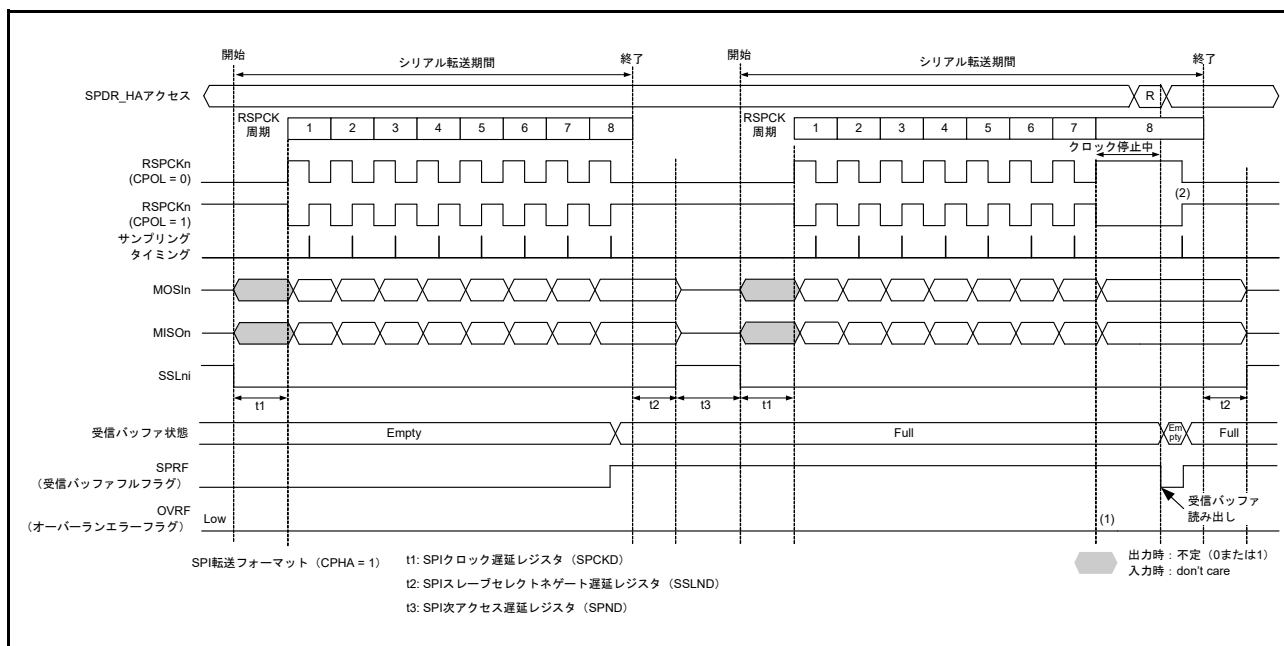
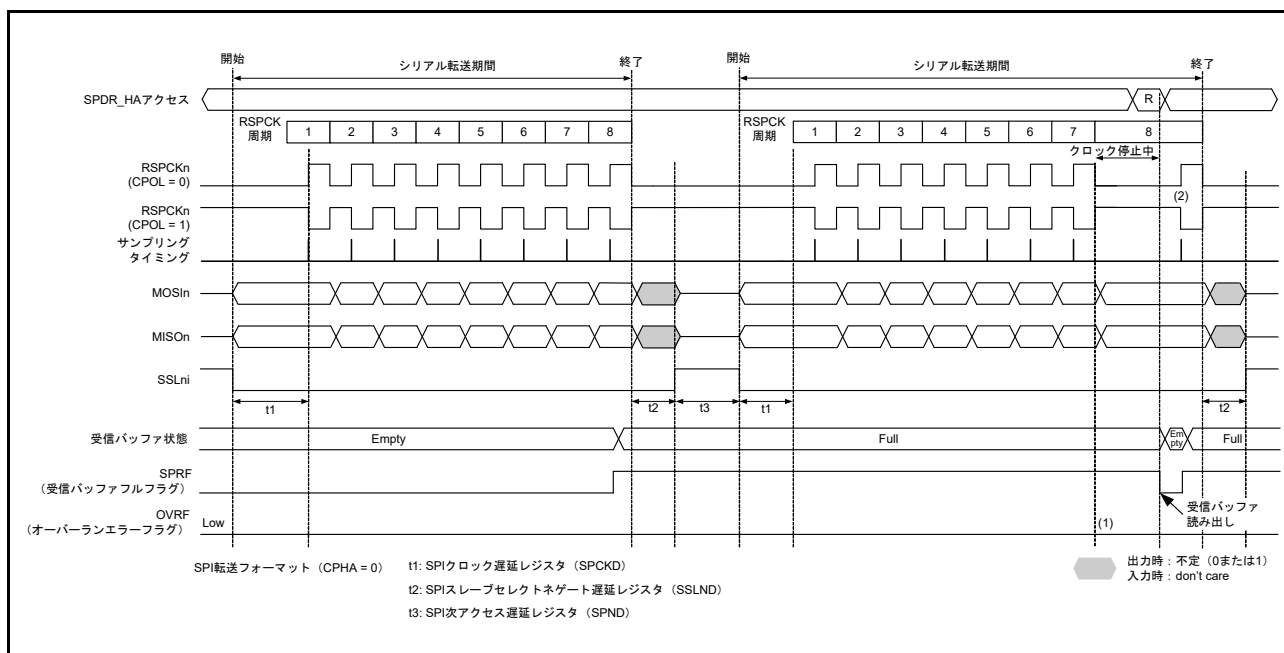

図 30.29 マスタモードの受信バッファフル状態でシリアル転送が継続するときのクロック停止波形 (CPHA = 1)
図 30.30 マスタモードの受信バッファフル状態でシリアル転送が継続するときのクロック停止波形 (CPHA = 0)
マスタモードで RSPCK 自動停止機能を有効にした場合は、オーバーランエラーが発生しません。図 30.29、図 30.30 に、マスタモードの受信バッファフル状態でシリアル転送が継続するときのクロック停止波形を示します。
以下に、図 30.29 および図 30.30 の (1)、(2) に示したタイミングでのフラグ動作を説明します。
- (1) 受信バッファフルの場合は、RSPCK クロックが停止するためオーバーランエラーは発生しません。
- (2) クロック停止中に SPDR/SPDR\_HA レジスタを読み出すと、受信バッファのデータが読み出せます。受信バッファの読み出し後 (SPSR.SPRF が 0 になった後)、RSPCK クロックが再開します。